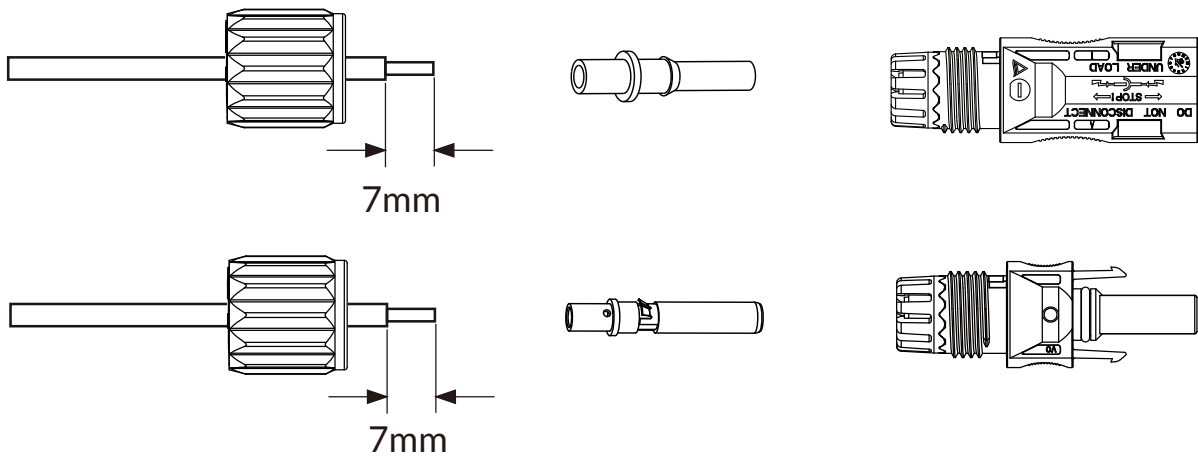

Figura 5.3 Desmonte a capa do conector
- a. Remova a cobertura do condutor CC em aproximadamente 7 mm, desparafuse a porca da capa do conector (consulte a figura 5.3).